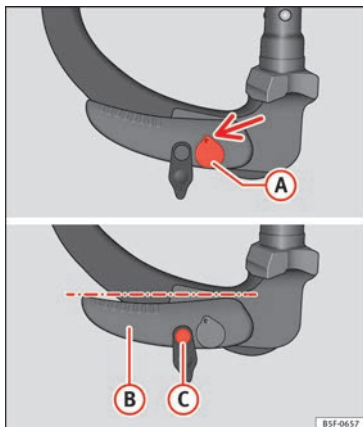

Fig. 235 Position de réserve : position du levier et de la broche de déverrouillage
- La clé (A) » fig. 235 se trouve en position de déverrouillage (la partie trouée de la clé est visible vers le haut).
- Le levier (B) » fig. 235 se trouve en position inférieure.
- Il est possible de déplacer la broche de déverrouillage (C) » fig. 235.